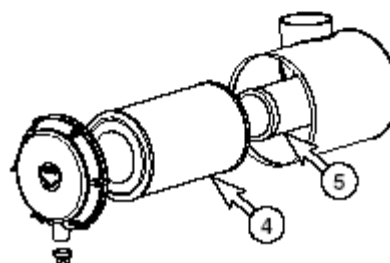

Рисунок 91
5. Извлеките внутренний фильтр (5, Рисунок 91).